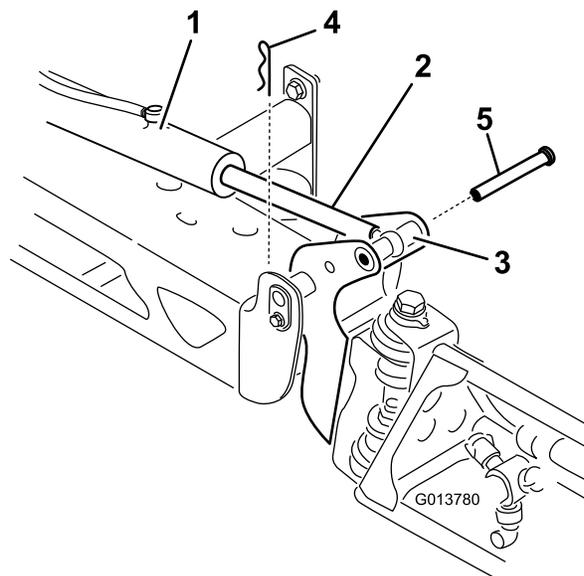

Figura 65
2. Retire la chaveta del pasador (Figura 65).
3. Eleve la sección, retire el pasador, y baje la sección lentamente al suelo (Figura 65).
7. Sujetando la sección de fumigación, introduzca el pasador a través del pivote del brazo y del émbolo del actuador (Figura 65).